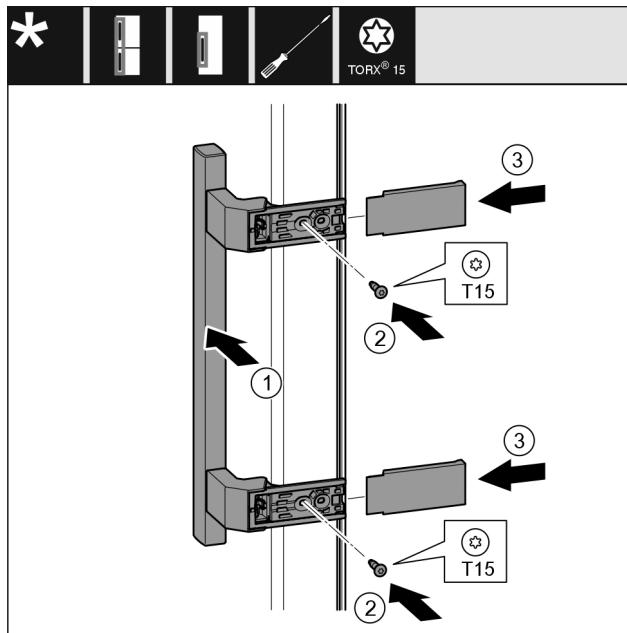

Fig. 33
- Griff Fig. 33 (1) auf der Gegenseite ansetzen.
- Schrauben Fig. 33 (2) mit Schraubendreher festschrauben.
- Abdeckungen Fig. 33 (3) seitlich ansetzen und aufschieben.